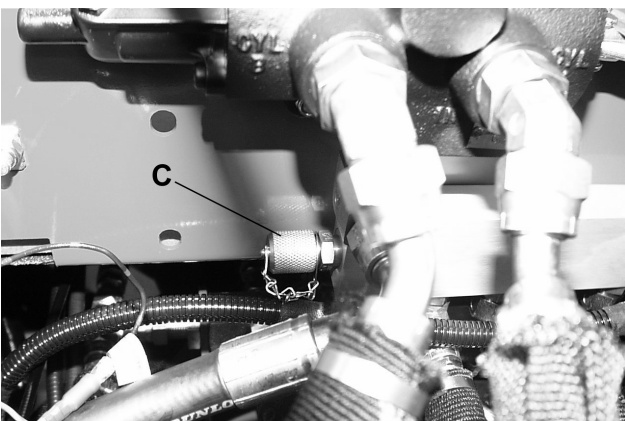

Fig.28
- C Fig.28 - Lift and power steering 86bar (1250 psi). Port is located on valve under backlap lever.
- C Fig.28 - Løfte- og servostyring 86bar. Porten sidder på ventilen under baglæpningsgrebet.
- C Fig.28 - Lyft och servostyrning 86 bar. Porten sitter på ventilen under spaken för inställning av slipläge.